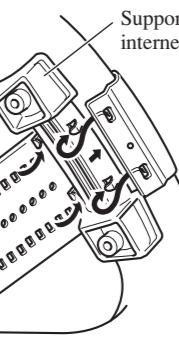
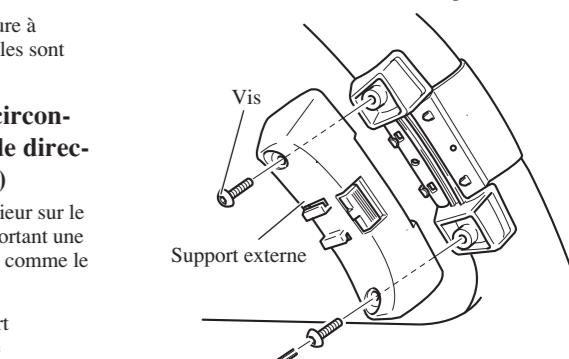

Fig. 16
Fig. 18
**Fig. 18****Fig. 15****Fig. 16****2. Cut the extra portion of the belt at the center of the inner holder. (Fig. 17)****Fig. 17****Fig. 19****3. Install outer holder on the inner holder and secure with screws. (Fig. 18)**
1. Fixer le support interne à la circonference intérieure du volant de direction avec la courroie. (Fig. 16)
3. Installer le support externe sur le support interne et fixer avec les vis. (Fig. 18)